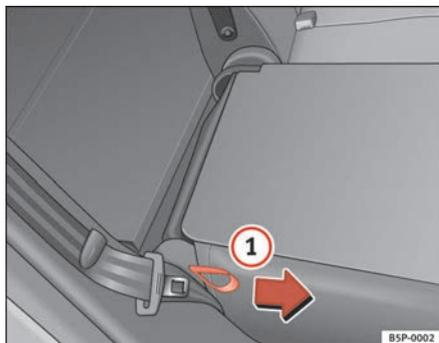

Abb. 98 Umklappen bzw. Aufrechtstellen der Rücksitzlehne
- Ziehen Sie an der Schleife auf der Seite des Sitzes ⇒ **Abb. 98** **1**.